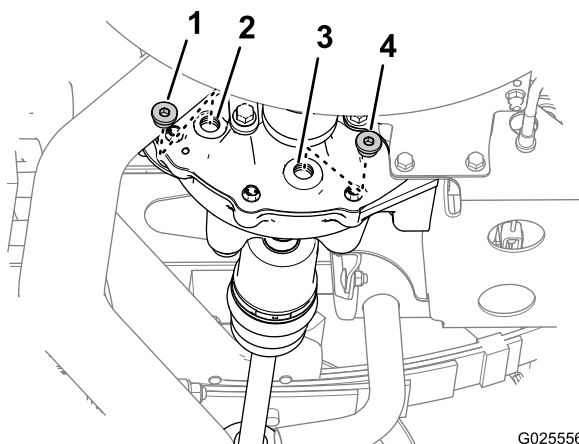

図 65
1. ドレンプラグの下にオイルを受ける容器をおく 図 65。
2. デファレンシャルの補給ポートから補給プラグを、ドレンポートからドレンプラグを、外す 図 65。
4. ドレンポートにドレンプラグを元通りに取り付け 図 65、プラグを 14-19 N·m 13.6-19.0 kg·m = 10-14 ft-lb にトルク締めする。
5. ディファレンシャルの補給ポートから所定のオイルを 550 ml 入れる 図 65。
6. 補給ポートに補給プラグを元通りに取り付け 図 65、プラグを 14-19 N·m 13.6-19.0 kg·m = 10-14 ft-lb にトルク締めする。